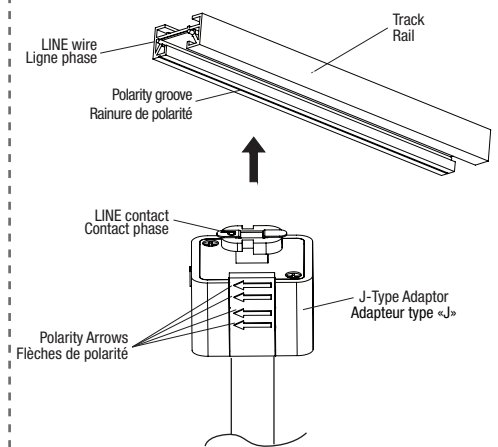
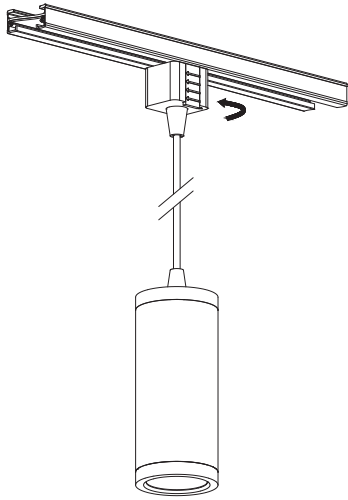

Fig. 1c
Fig. 1d
6. Insert the brass contacts on the top of Track Adaptor J-type into the Track Channel (Fig. 1c).
7. Rotate the Track Adaptor J-type 90° (Fig. 1c) so that the Indicator Arrow point toward the Polarity Groove once installed (Fig. 1d).
5. Insérer les contacts en laiton de l'adaptateur dans l'encoche du rail (Fig. 1c).
6. Tourner l'adaptateur de 90° (Fig. 1c) de sorte à ce que l'indicateur flèche pointe vers la rainure de polarité une fois installés (Fig. 1d).